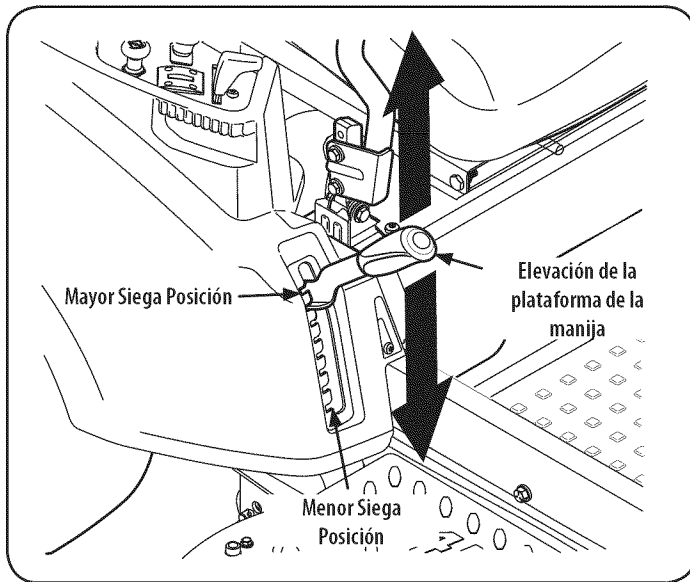

Figura 30
- a. Usando la manija de elevación de la plataforma, levante la plataforma a la posición que le ofrece mayor recorrido horizontal de la correa entre las poleas locas de la plataforma y la polea toma de fuerza en la parte inferior del motor. Ver Figura 30.
5. Baje la plataforma hasta la posición más baja usando la manija de elevación de la cubierta. Ver Figura 30.
1. Coloque la manija de elevación de la plataforma en la posición más alta corte Ver Figura 30 .